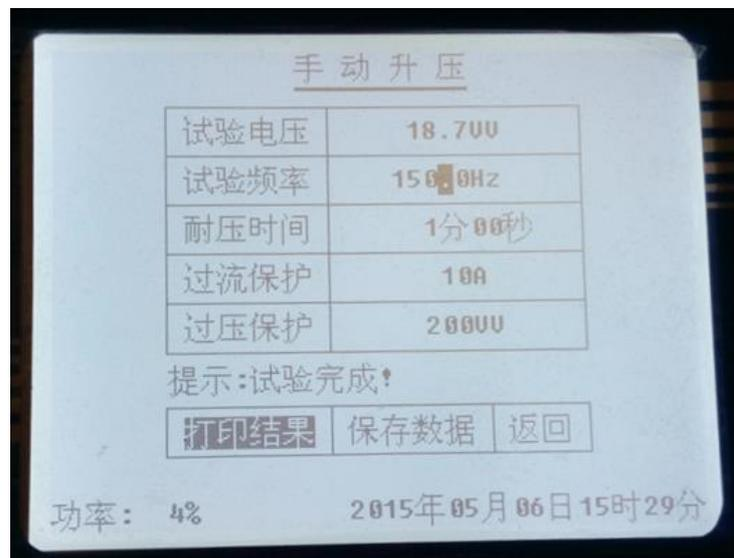

图 6
9) 按下鼠标，光标在“功率”位置再转动鼠标，观察显示屏“试验电压”，升到所设定的试验电压时，停止转动鼠标。按下鼠标，光标停在“停止”位置，这时就不要操作设备了，设备自动完成计时。耐压时间到达时蜂鸣器开始报警并自动降压到零位。显示如图 6。